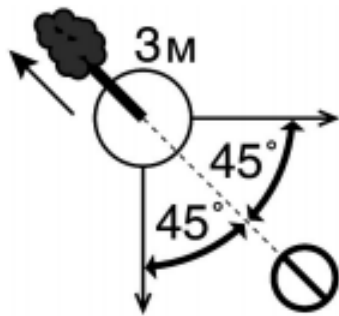

Рис. 10
3. Когда дерево начнет падать, путь отхода должен быть направлен по диагонали в сторону, противоположную направлению падения, под углом 45 градусов. Вы должны отойти минимум на 3 метра от ствола, на тот случай, если во время падения комель дерева отскочит в сторону (Рис. 10).